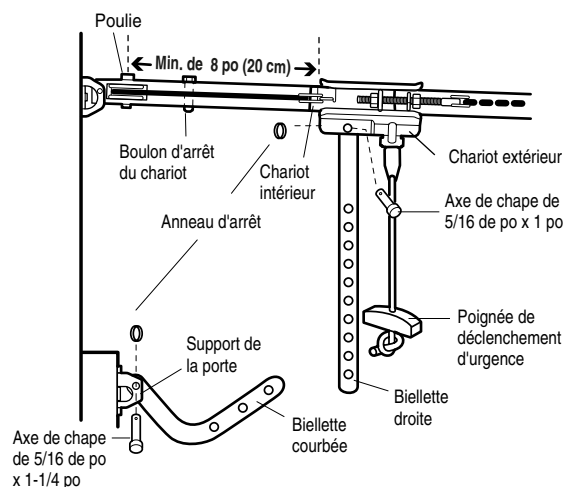

Figure 1
- S'assurer que la porte du garage est complètement fermée. Tirer la poignée de déclenchement d'urgence pour détacher le chariot extérieur du chariot intérieur. Reculer le chariot extérieur (en l'éloignant de la poulie) d'au moins 8 po (20 cm), comme illustré aux Figures 1, 2 et 3.
- **Figure 1 :**